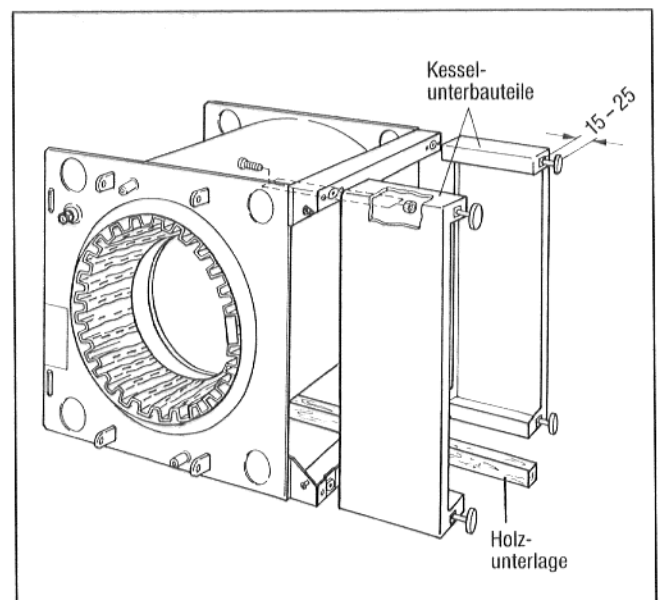

Abb. 4
- 4 Fußschrauben bis auf ca. 20 mm in den Kesselsockel oder in Kesselunterbau\* eindrehen (Abb. 4).